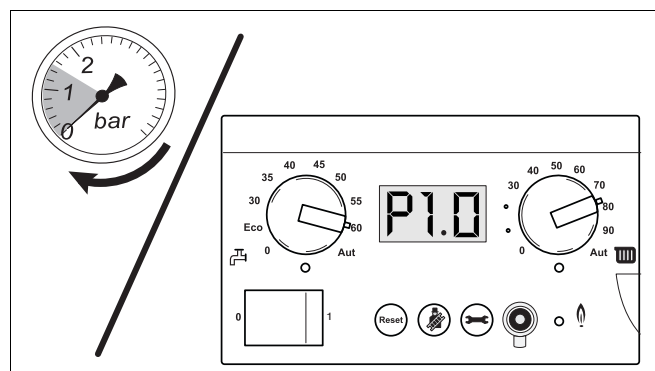

Fig. 59 Leggere l'indicazione della pressione
- Leggere la pressione sul manometro analogico sul gruppo di collegamento o sul pannello di comando del BC10 (fig. 59).
- Leggere nuovamente la pressione dell'impianto sul manometro analogico o sul display del BC10 (fig. 59). Se la pressione scende sotto 1,0 bar, il sopra citato procedimento di riempimento e sfianto deve essere ripetuto tante volte, finché non si raggiunge la pressione desiderata e l'impianto di riscaldamento non è esente da aria.